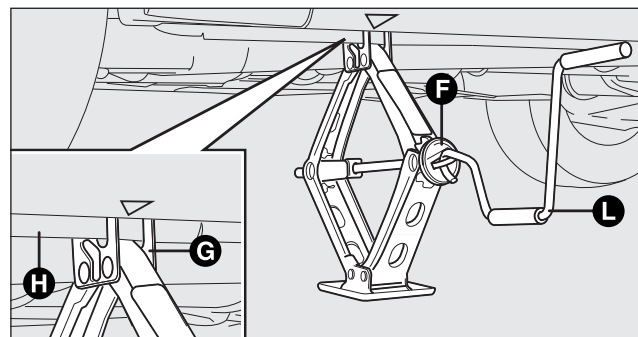

рис. 128
- с помощью приспособления F – рис. 128 распрямите домкрат таким образом, чтобы его верхняя часть G вошла в фиксатор H;